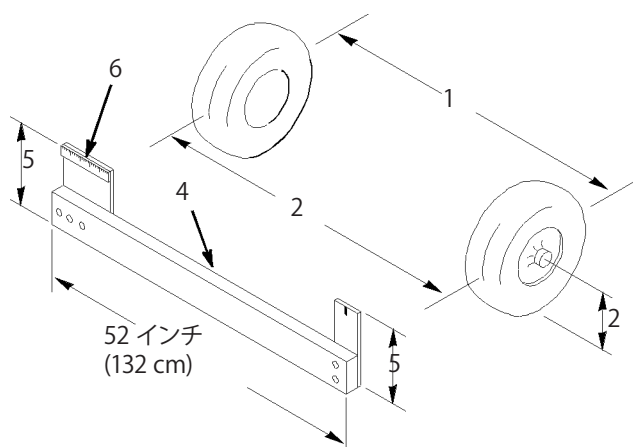

図38
2. 前輪の前と後ろで、左右のタイヤの中央線間距離を測る (図38); 計測はアクスルの高さで行う。前輪の後ろで、アクスルの高さで測定を行うには市販または手製のトーイン測定器が必要となる。前後の計測とも同じ道具を使用し、アクスルの高さで正しく測定すること (図38)。